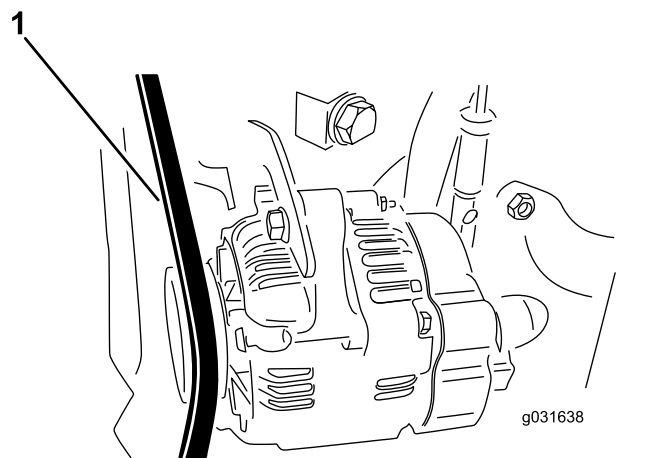

Figure 55
2. Appliquez une force de 30 N·m (22 po-lb) sur la courroie d'alternateur, à mi-chemin entre les poulies (Figure 55).